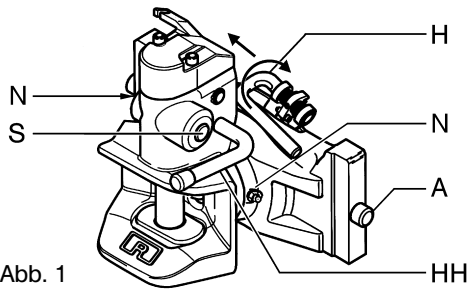

Abb. 1
- Handgriff (H) der Kurvenscheibe nach oben drehen und nach links drücken: Arretierbolzen (A) bewegen sich nach innen (s. Abb. 1)
- Kupplung in Schwebstellung halten und zugleich Handgriff (H) wieder nach rechts drehen, um das Einrasten zu unterstützen
- Handgriff in anliegender Position loslassen (s. Abb. 1)
**Kontrolle:** Der Handgriff (H) darf sich in gesicherter Stellung nur ca. 4 mm nach links drücken lassen.